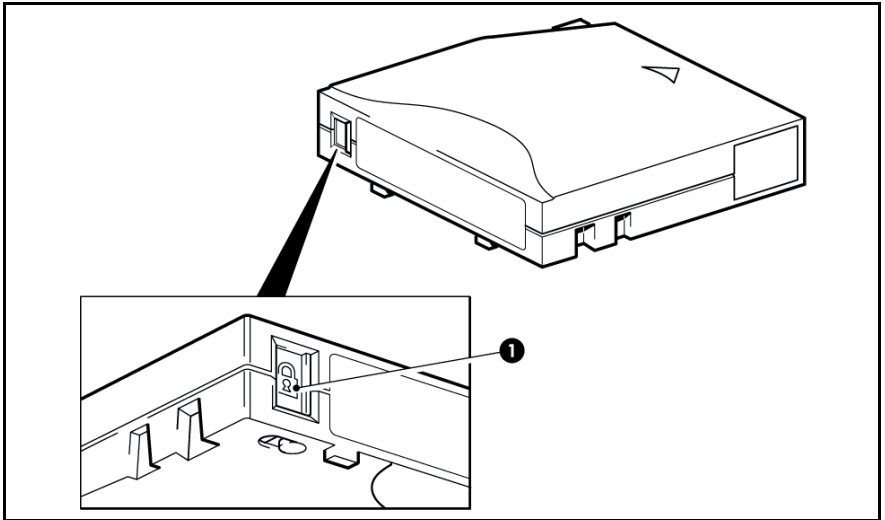

図 5: カートリッジの書き込み禁止
- カートリッジを書き込み可能にするには、カートリッジのツメを左に押し、データの書き込みができるようにします。書き込み禁止用のツメの場合は、21 ページの図 5 を参照してください。